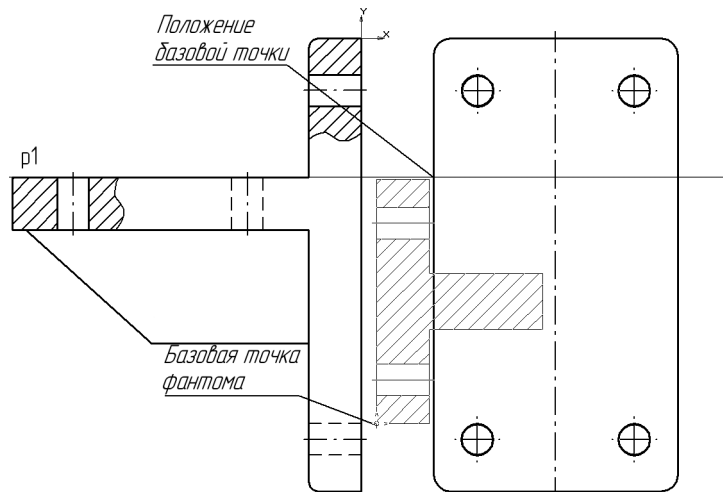

Рис. 54.25. Вставка объекта из буфера обмена
- 5.5. Чтобы определить новое положение базовой точки на виде слева, постройте вспомогательную горизонтальную линию через точку p1 на главном виде *Кронштейна* (рис. 54.25).
На экране появится фантом сечения (рис. 54.25).